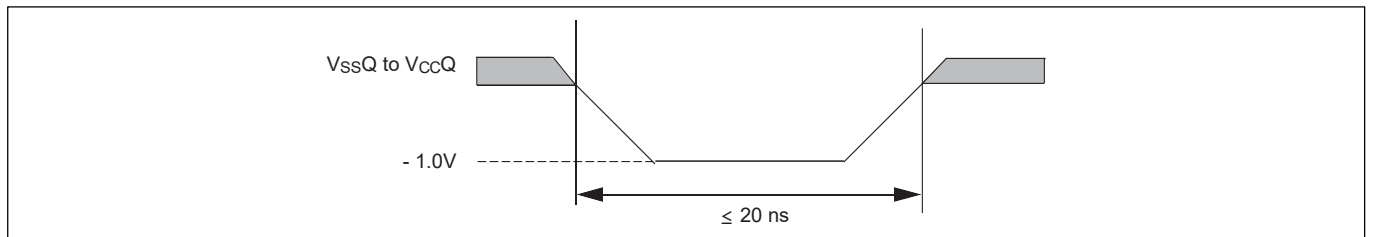
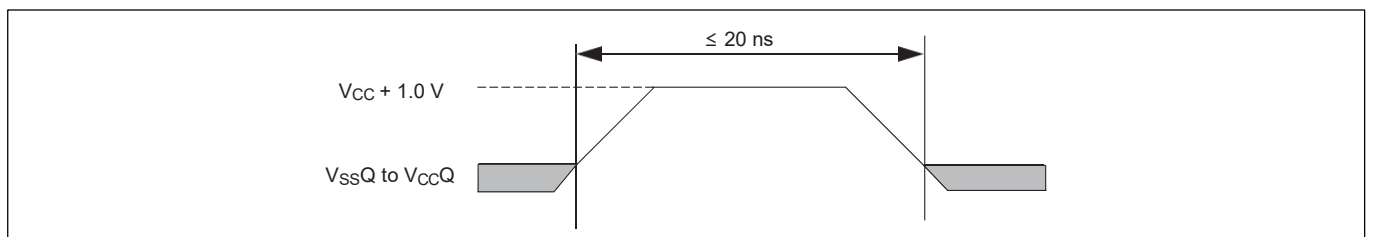

图19 最大负过冲波形
图20 最大正过冲波形
51. 输入或 IO 信号上的最小 DC 电压为-1.0 V。在电压转换期间，输入或 IO 信号可能低于 VSS 至-1.0 V，持续时间长达 20 ns。见 图19。输入或 IO 信号上的最大 DC 电压为 VCC + 1.0 V。在电压转换期间，输入或 IO 信号可能高于 VCC + 1.0 V，持续时间长达 20 ns。见 图20。